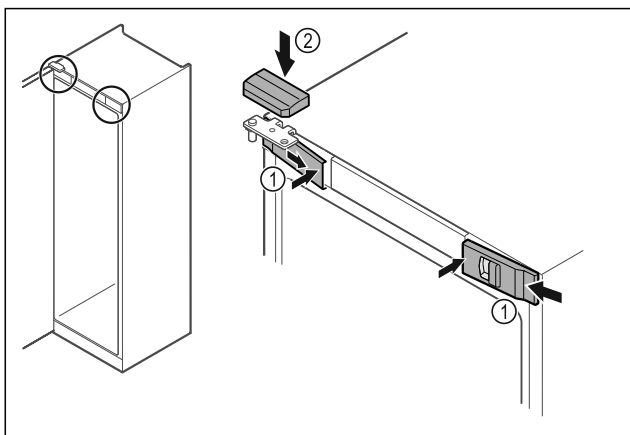

Fig. 51
- Haakige eesmised katted Fig. 51 (1) küljel külge ja fikseerige seest.
- Haakige ülemine kate Fig. 51 (2) ülalt lahti.